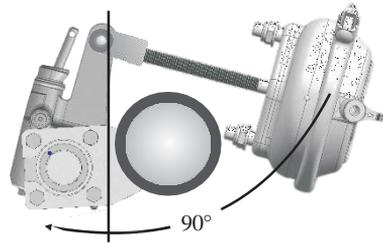

FIGURA 35
- Com os freios aplicados, certifique-se que o ângulo formado pela haste acionada e alavanca fica em 90° (Figura 35). Este grau confere ao freio o melhor desempenho (torque).